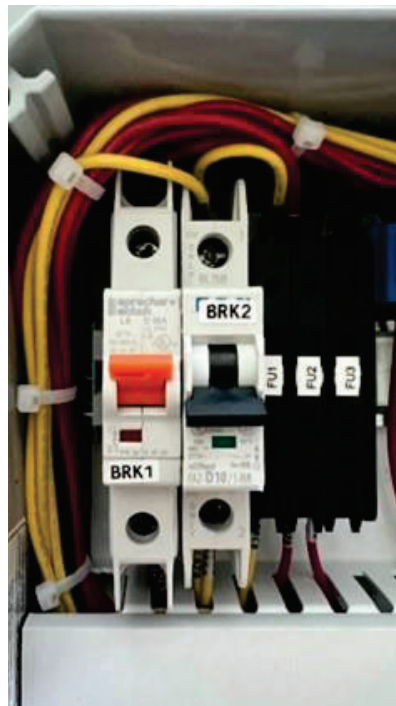

Figura 6-2:
- **BRK1** es el disyuntor de la bomba de vacío y debe estar en la posición **ARRIBA** (CERRADO) para que la bomba de vacío funcione. **Vea Figura 6-2**